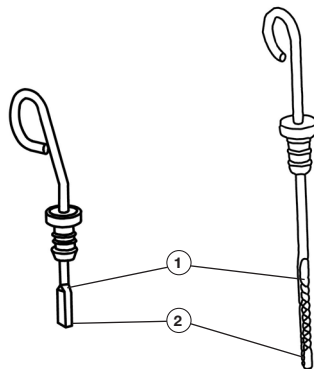

Рис. 21 Проверка уровня масла в двигателе
5. Установите масляный щуп на место, затем аккуратно извлеките и осмотрите его. Уровень масла должен соответствовать верхней отметке на щупе (Рис. 21).
4. Аккуратно извлеките щуп и осмотрите его. Уровень масла должен соответствовать верхней отметке на щупе. При недостаточном уровне масла в картере необходимо долить чистое масло до верхней отметки на щупе (Рис. 21).